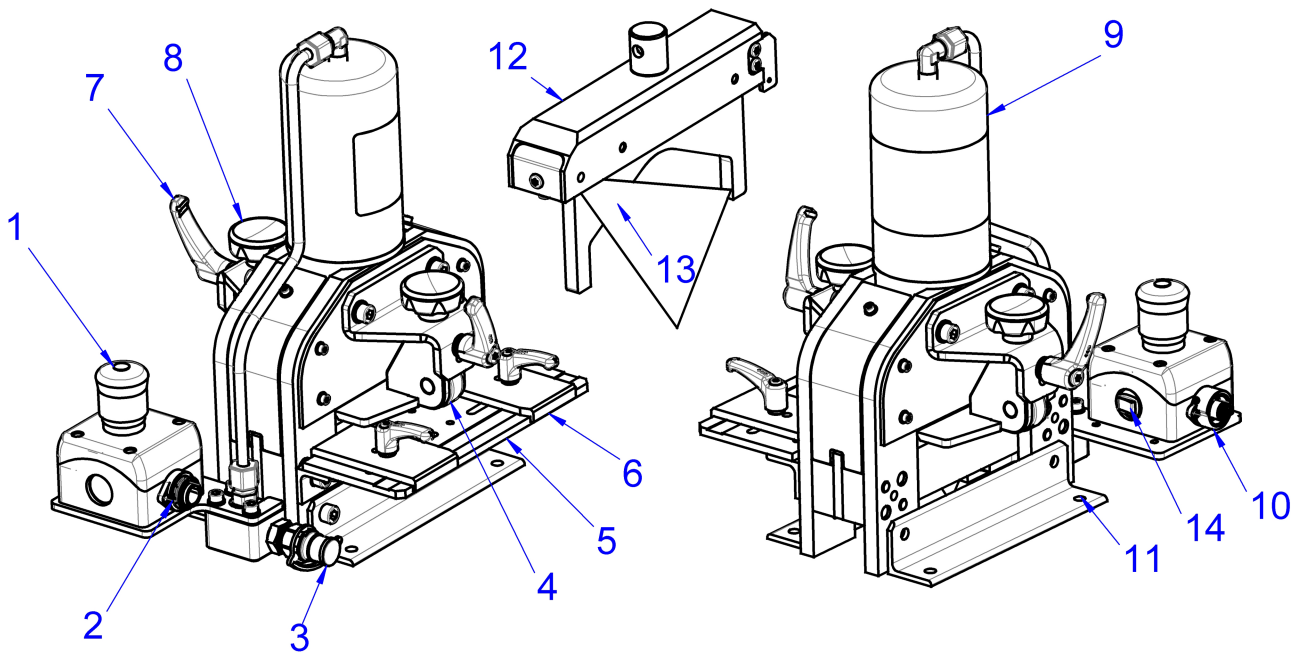

Imagen 1: Vista frontal y trasera
- Conectar la manguera hidráulica a la conexión hidráulica (imagen 1, 3) y el cable de control eléctrico a la conexión eléctrica (imagen 1, 2) de la unidad.
- A continuación conectar el cable de alimentación del conmutador de pedal en el conector de 4 polos (imagen 1, 10).
- **Pulse, en situación de peligro, el interruptor de parada de emergencia rojo (imagen 1, 1) de la unidad para detener el proceso de trabajo!**
- Soltar las palancas de bloqueo en las placas guía laterales (imagen 1, 6) de la mesa de apoyo y ajustar las placas guías a la anchura de la pletina.
- A continuación introducir, partiendo del lateral del rodillo de apoyo (imagen 1, 5), la pletina en la unidad de corte.
- Aflojar los tornillos tensores (imagen 1, 8) de los dos retenes y ajustarlos al grosor de material de la pieza.
- Accionar el interruptor del láser (imagen 1, 14), para poner en marcha el láser de líneas.